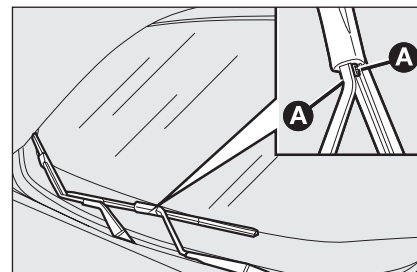

fig. 10
- appuyer sur les languettes **A-fig. 10** extraire du bras la brosse;